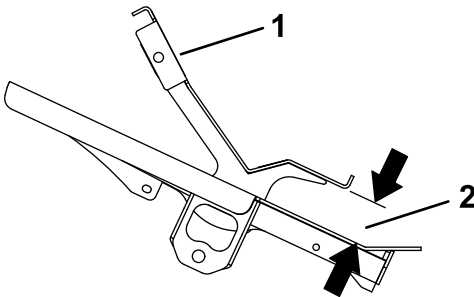

图8
3. 将驱动踏板移到空档位置通过拧入或拧出杆端轴承对其进行调节以获得图8中所示的尺寸。